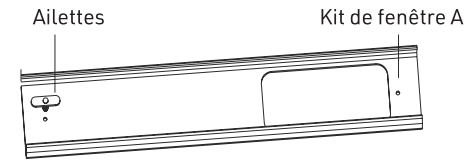

Fig. 1
- 2.) Comme indiqué dans la Fig. 1, insérez la vis à ailettes dans le trou de la cloison de fenêtre A;